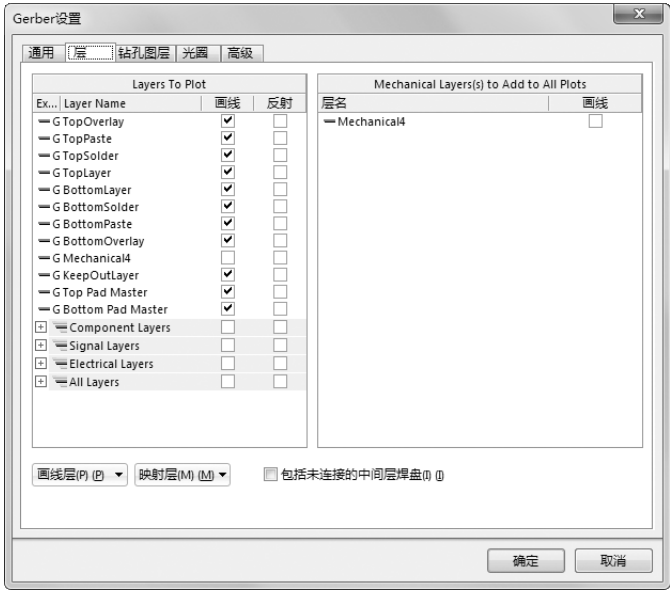

图 10-45 “层”选项卡
(3) 单击“层”选项卡，如图 10-45 所示，在该选项卡中选择输出的层，一次选中需要输出的所有层。